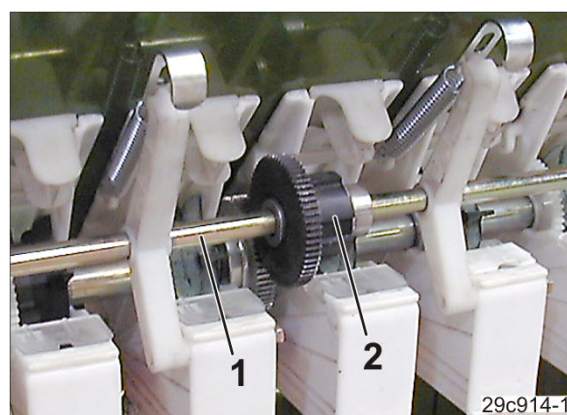

Fig. 104
Forlagsakslen (Fig. 104/1) drives af såakslen via en kobling (Fig. 104/2).
Forlagsakselkoblingen (Fig. 104/2) kan aktiveres på følgende måde:
- aktiveres koblingen (Fig. 104/2)
- standser forlagsakslen (Fig. 104/1), der driver køresporssåhjulene